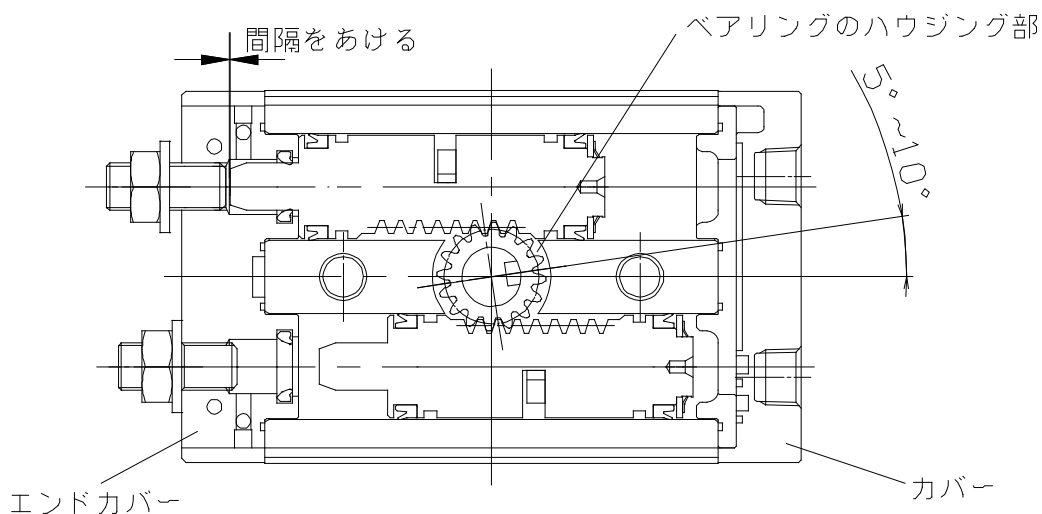

図 23
- (3) カバーとエンドカバーを取付け、図 23 に示すようにピストン Ass'y をカバーとエンドカバーに当たるまで移動させる。このときピストン Ass'y が六角穴付き止メネジ（アジャストボルト）に当たらないよう六角穴付き止メネジ（アジャストボルト）を緩めておく。